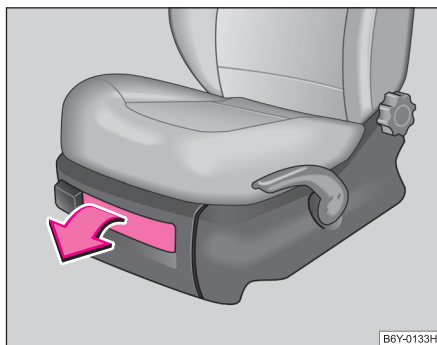

Fig. 85 Asiento delantero: Portaobjetos
- Para abrir la tapa, inclinar el cierre y levantar la tapa ⇒ fig. 85.